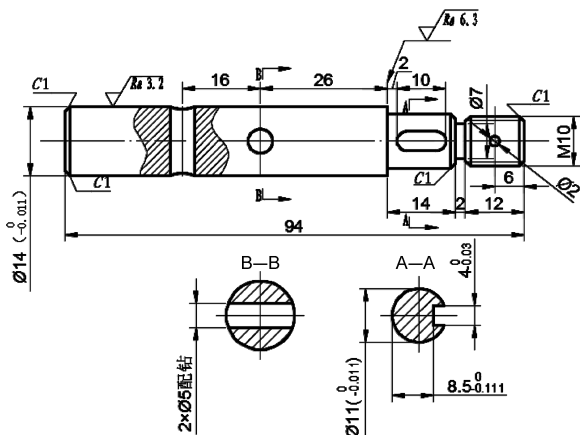

图 9-113 泵轴
标注如图 9-113 所示的泵轴尺寸。在本例中，综合运用了本章所学的一些尺寸标注命令。绘制的大体顺序是先设置绘图环境，即新建图层，设置文字样式，设置标注样式。接下来利用“尺寸标注”“引线标注”“几何公差”等命令来完成尺寸的标注，最后利用几个二维绘图和编辑命令以及“单行文字”命令，为图形添加表面粗糙度和剖切符号。
(3) 单击“默认”选项卡“绘图”面板中的“直线”按钮，捕捉带箭头引线的左端点，向下绘制一小段竖直线。
(4) 在命令行输入“TEXT”，或者选择菜单栏中的“绘图”→“文字”→“单行文字”命令，在适当位置处单击一点，输入文字“A”。
(5) 单击“默认”选项卡“修改”面板中的“镜像”按钮，将输入的文字及绘制的剖切符号，以水平中心线为镜像线，进行镜像操作。使用同样的方法标注剖切面“B—B”，结果如图 9-113 所示。